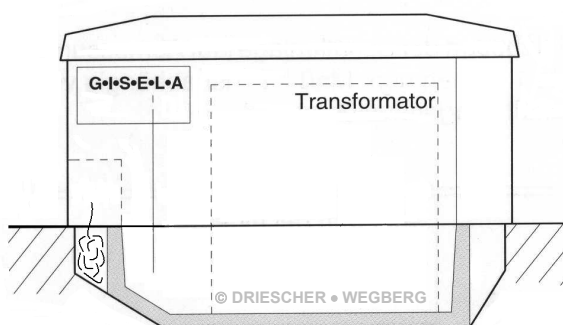
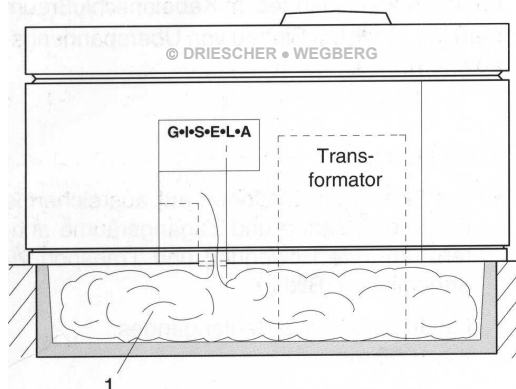
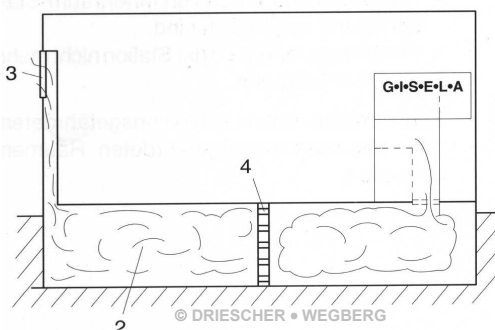

Bild 1 / Illustration
Bild 2 / Illustration 2
Bild 3 / Illustration 3
- Bei Kompaktstationen Typ K und KSP Fa. DRIESCHER erfolgt der Druckausgleich ausschließlich im Kabelanschlussbereich (Bild 1). Ansonsten muss bei kompakten und begehbaren Stationen die Druckentlastung in den Kabelkanal (1) [Mindestvolumen ~3 m³] vorgesehen werden (Bild 2).
- Bei vorhandenem Kabelkanal (2) [Mindestvolumen ~1,1m³; Mindestquerschnitt – 0,25m² mit Öffnung (3) nach außen], diesen als Druckentlastungsraum nutzen.
- Durch Einbau von zwei Lagen Streckmetall (4) werden die Lichtbogengase zusätzlich gekühlt und der Austritt von heißen Gasen gemindert (Bild 3).